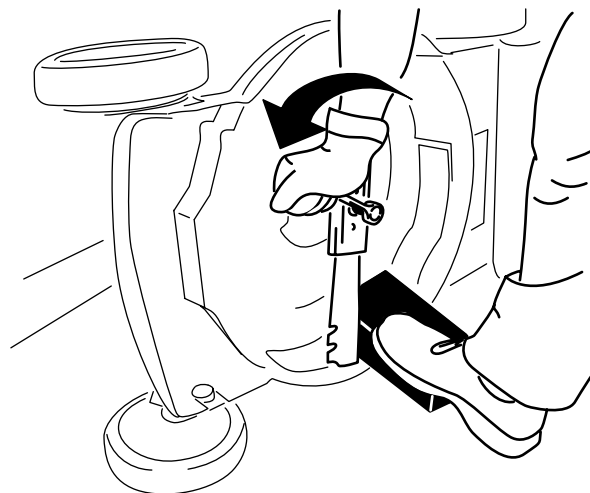

Figura 28
2. Utilize um bloco de madeira para manter a lâmina segura (Figura 28).
3. Retire a lâmina guardando todo o equipamento de montagem (Figura 28).